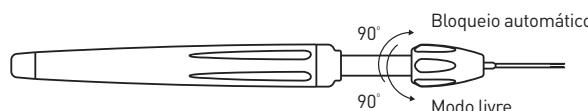

Figura 3 - Modos do manípulo
- Confirme que ambos os modos de operação do manípulo funcionam corretamente (Modo Livre e Bloqueio Automático). Alterne entre os modos ao rodar 90° a parte superior do manípulo (consulte a Figura 3).